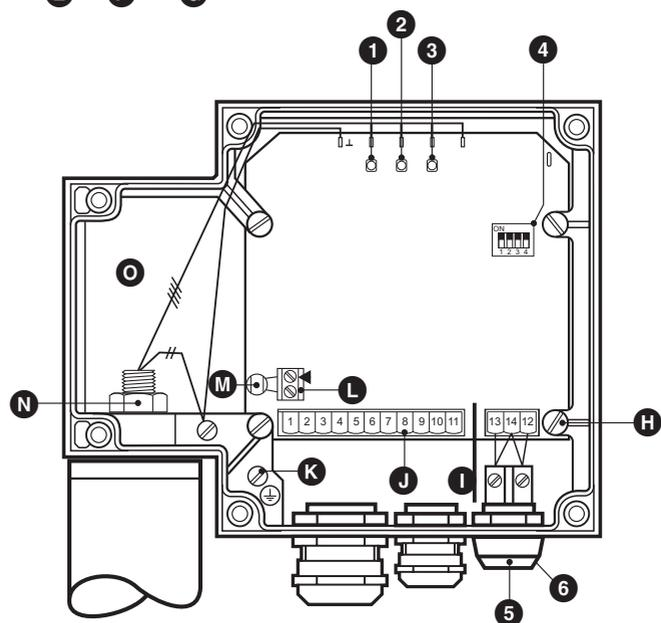

Fig. 5
3. Schraube **N** mit 17er Maulschlüssel lösen. Nicht abschrauben! **Fig. 5**